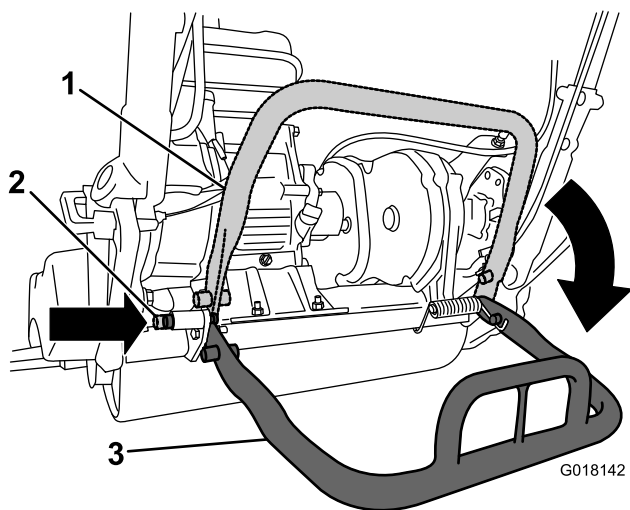

Рисунок 21
- Для предотвращения опрокидывания блока назад во время демонтажа колес опустите откидную ножку и нажмите на стопорный палец для фиксации ее в положении для обслуживания (Рисунок 21).